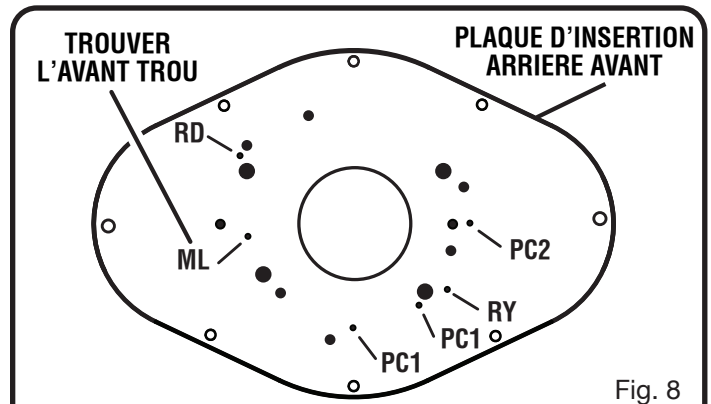

Fig. 8
Voir la figure 8.
- Déterminer le type de toupie à installer et trouver l'avant-trou correspondant au modèle de toupie. (Se référer à les abréviations figure 8 signifiant au dessous.)
### Les abréviations figure 8 signifiant :